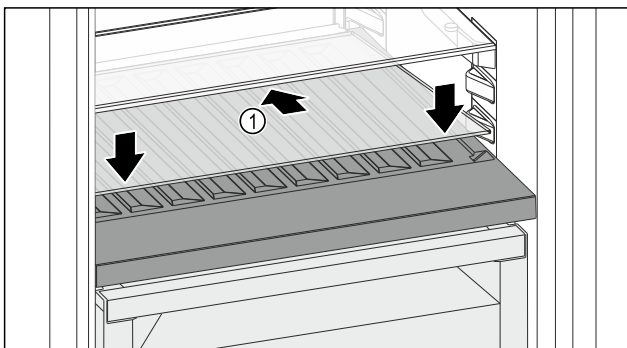

Fig. 100
- Placer la plaque de verre Fig. 100 (1) en biais et inclinée vers le bas.
- Abaisser l'avant de la plaque de verre Fig. 100 (1).